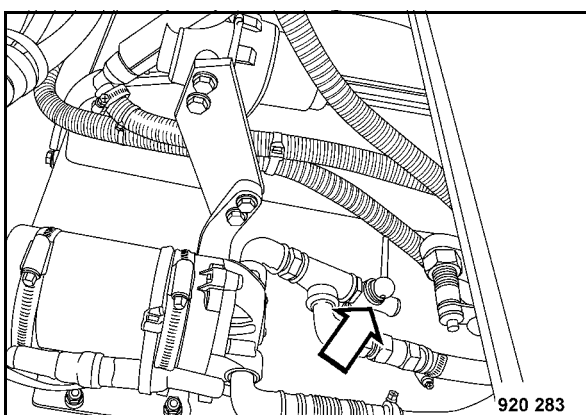

Fig. 204
- Aprire il rubinetto di chiusura (Fig. 204) e far defluire il liquido dell'emulsione.